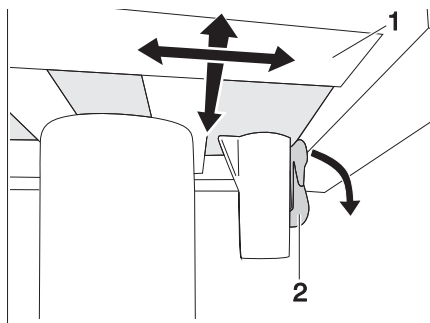

Fig. 103 Arresto tavolo a colonna (bloccato)
- Spingere la leva di bloccaggio (Fig. 103,2) verso il basso.
- Spingere il piano del tavolo (Fig. 103,1) nella posizione desiderata.
- Spingere la leva di bloccaggio (Fig. 103,2) verso l'alto.